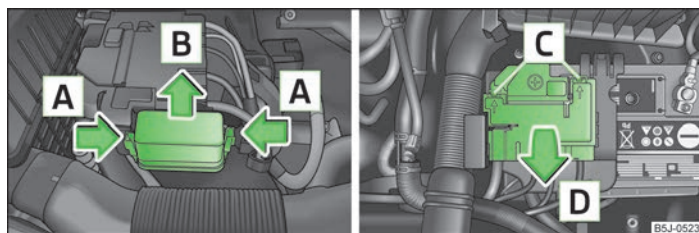

Fig. 144 Bateria autovehiculului: Capacul panoului de siguranțe
- Apăsăți simultan mânerul de siguranță ale panoului de siguranțe, în sensul săgeții **A** » fig. 144 și împingeți înspre afară capacul, în sensul săgeții **B**.